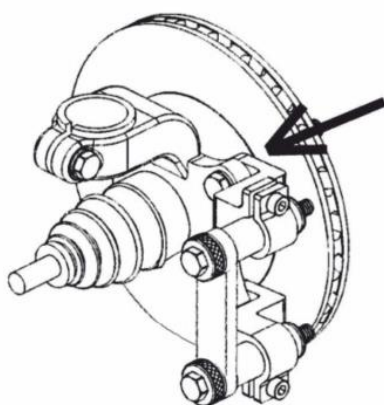

Рисунок 9
7.2.2 Используйте красный крепежный адаптер, если отверстия для крепления суппорта не имеют резьбы (см. рис. 9).
- Изгиб должен оказаться прямо напротив привода (см. рис. 9)